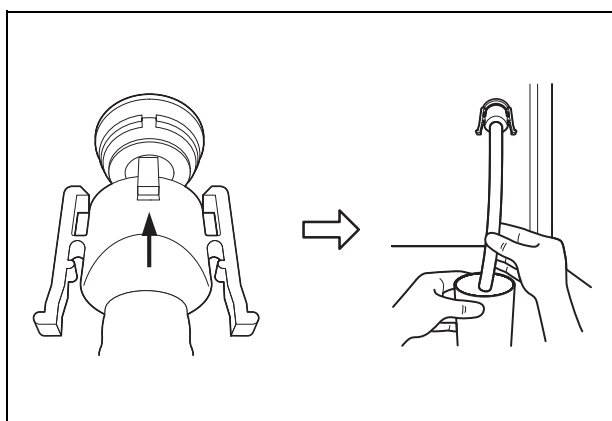

Рис. 7.62
14. Чтобы слить остаточное малое количество раствора дезинфицирующего средства из резервуара для раствора дезинфицирующего средства, поместите конец без разъема трубки для удаления дезинфицирующего средства в контейнер (малый) и подсоедините данную трубку к порту удаления дезинфицирующего средства (см. Рис. 7.62).